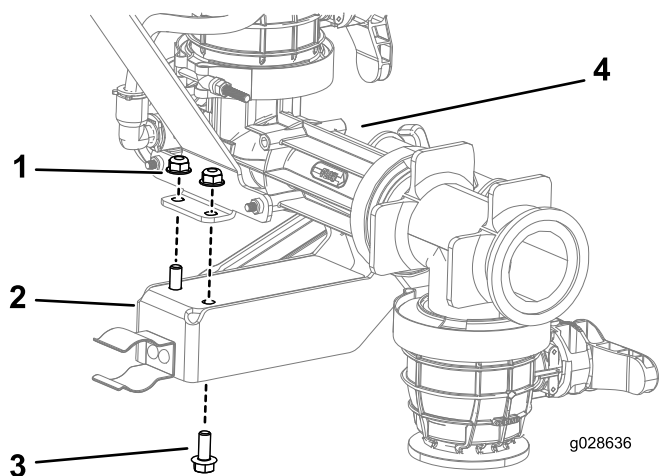

Figure 10
1. Fixez la poignée sur le mélangeur au moyen de 2 boulons à embase et de 2 écrous à embase (Figure 10).
3. Alignez les trous de la plaque de montage du mélangeur sur les trous allongés de la plaque d'appui du berceau (Figure 10).